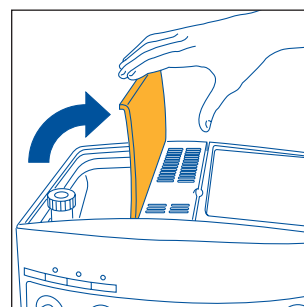

Abb. 2
- Den Deckel des Kaffeebohnenbehälters öffnen (Abb. 2).